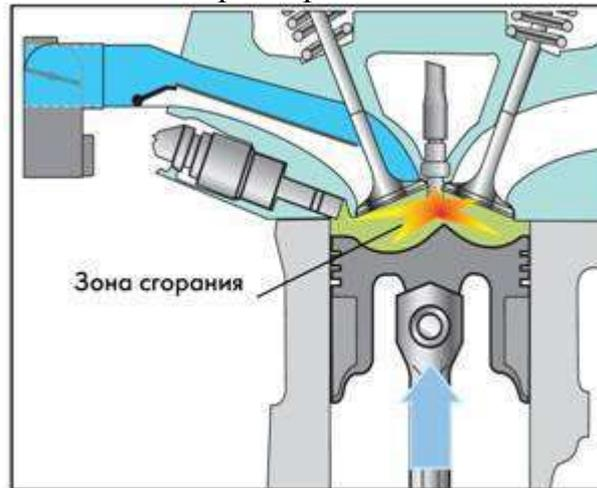

Рисунок 3.24 – Процесс сгорания при гомогенно-обедненном распределении смеси
4. Процесс сгорания (рис.3.24)